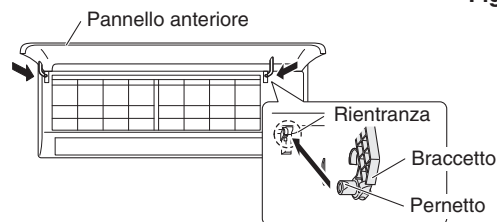

Fig. 3-17
- (1) Mentre se ne allinea al telaio il bordo superiore, occorre muovere la griglia orizzontalmente sino a inserire nello stesso sia il bordo superiore sia quello inferiore.
- (2) Con la mano premere con una certa forza sulla griglia sino ad eliminare qualsiasi spazio tra essa e il telaio.
- (3) Serrare bene le 6 viti. E i coperchi coprivite.
- (4) Afferrando il pannello anteriore per i braccetti destro e sinistro ruotarlo sino a renderlo pressoché orizzontale. Spingere le aste dei braccetti verso l'esterno in modo che tocchino la parte superiore del recesso destro e sinistro dell'unità interna. Quindi premerli saldamente sino a udirne lo scatto in posizione. (Fig. 3-17)
- (5) Reinstallare il deflettore inferiore.